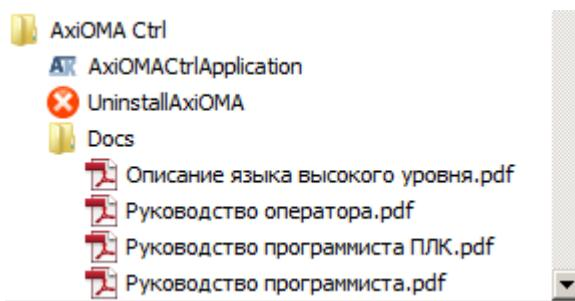

Рисунок 68 – Пункт меню «AxiOMA Ctrl»
11. В меню компьютера «Пуск – Программы» появляется пункт «AxiOMA Ctrl» (Рисунок 68):